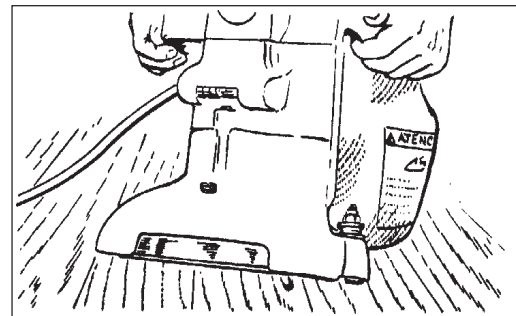

Figura 4
2. Vuelva a colocar la máquina en posición vertical e inclínela hacia atrás sobre las roldanas pivotantes hasta que se apoye sobre la abrazadera de escape. La máquina estará en posición reclinada. No deje que la máquina permanezca apoyada sobre la almohadilla, especialmente después del uso, ya que de lo contrario se podrá producir el endurecimiento por compresión dentro del elástico de la almohadilla. Esto creará una parte plana y rebotes durante el uso. (Figura 4)
3. Con la máquina en posición reclinada, tome firmemente las dos manijas y mueva el interruptor de control a la posición "ON" (Encendido). (Figura 4)